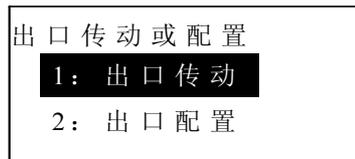

图 7-11 出口子菜单
7.2.5 “出口”：进行装置继电器的输出回路相关操作，该菜单包括二个子菜单，如图 7-11 所示：